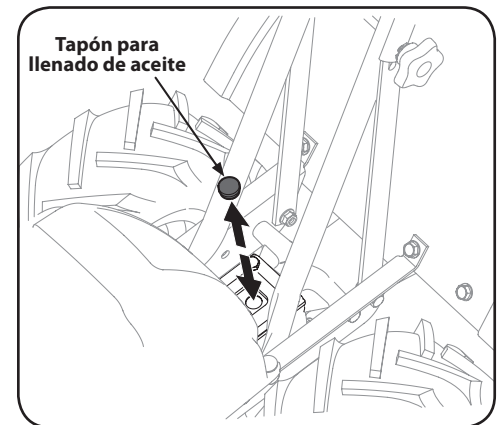

Figura 5-2
3. Limpie el área alrededor del tapón de llenado de aceite. Vea la Figura 5-2.
4. Saque el tapón de llenado de aceite del alojamiento de la transmisión y mire adentro del orificio de llenado para ubicar el eje de la transmisión principal situado debajo del orificio. Vea la Figura 5-2.